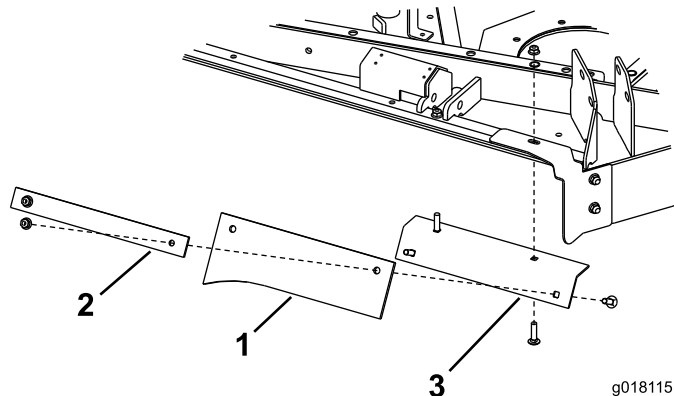

Figura 5
9. La falda esterna lunga 305 mm, il nastro e l'angolo esterni sono premontati in stabilimento (Figura 5).
10. Montate il gruppo e il carter pedale sulla parte posteriore dell'apparato di taglio con (2) bulloni a testa tonda da 5/16 x 1-1/4 pollici e dadi flangiati (Figura 5).